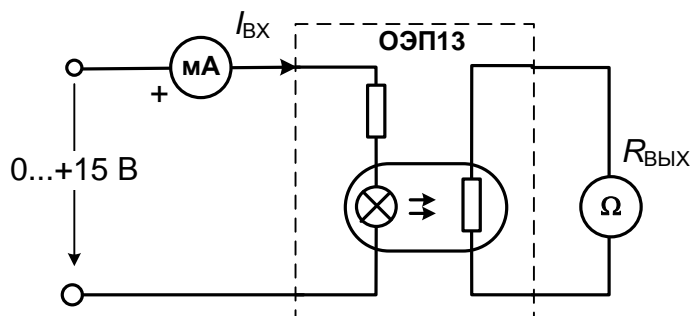
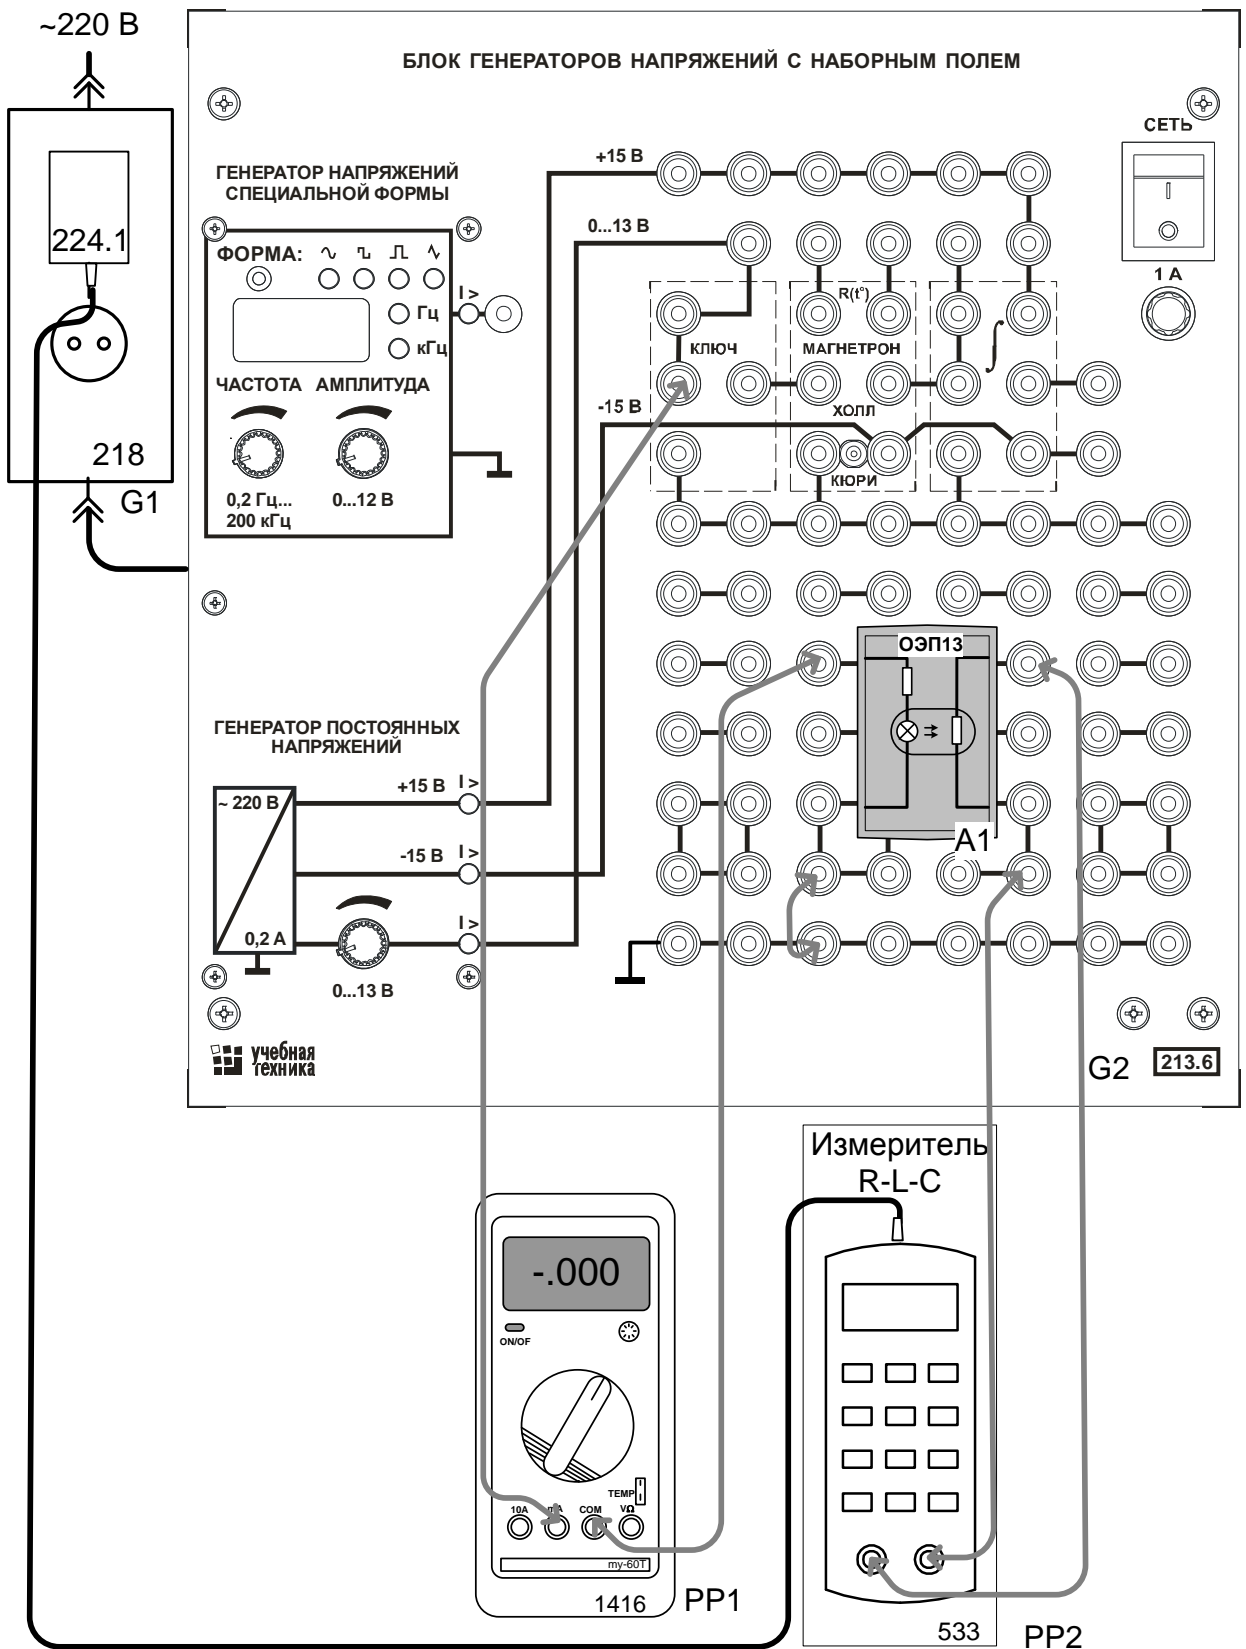

Рис. 2.3.1. Принципиальная схема для снятия передаточной характеристики резисторной оптопары $R_{ВЫХ}(I_{ВХ})$
Рис. 2.3.2. Схема соединений для снятия передаточной характеристики резисторной оптопары $R_{\text{ВЫХ}}(I_{\text{ВХ}})$
Принципиальная схема лабораторной установки показана на рис. 2.3.1, а схема соединений на рис. 2.3.2. Для изучения явления фотопроводимости в данной работе используется резисторная оптопара (миниблок ЭОТ13). Для питания источника облучения используется регулируемый источник постоянного напряжения из блока генераторов напряжений. Входной ток измеряется мультиметром. Сопротивление фоторезистора измеряется измерителем R-L-C.
- Соедините аппаратуру в соответствии со схемой электрической соединений (рис. 2.3.2). При этом миниблок «ОЭПЗ» установите в наборную панель и подключите его к измерителю R, L, C. Подключите блок питания 224.1 к разъему на верхней стороне корпуса прибора E7-22. Вилку блока питания подключите к свободной розетке однофазного источника питания (218). На мультиметре выберите режим измерения постоянного тока 20 мА